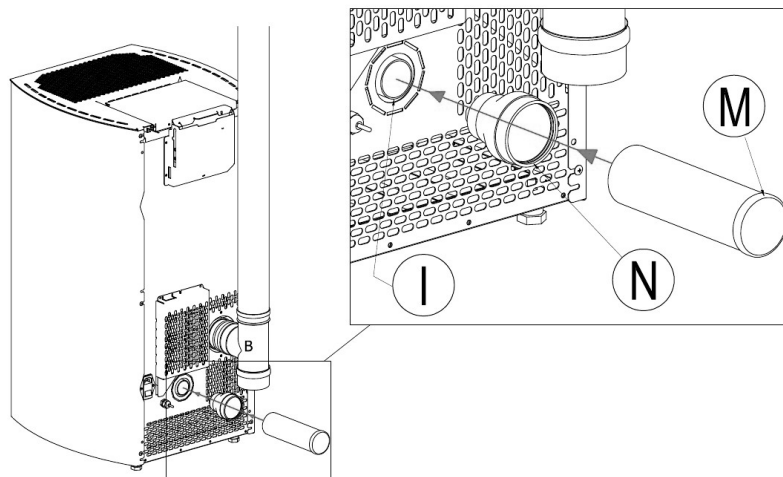

Fig. 13 - Conexiones
LEYENDA	Fig. 13
- Empalme N con Q utilizando un tubo flexible o rígido de diámetro de 60 mm, con una longitud máxima de 2 metros (ver Fig.13).
- Empalme N con Q utilizando un tubo flexible o rígido de diámetro de 60 mm, con una longitud máxima de 2 metros (ver Fig. 13).